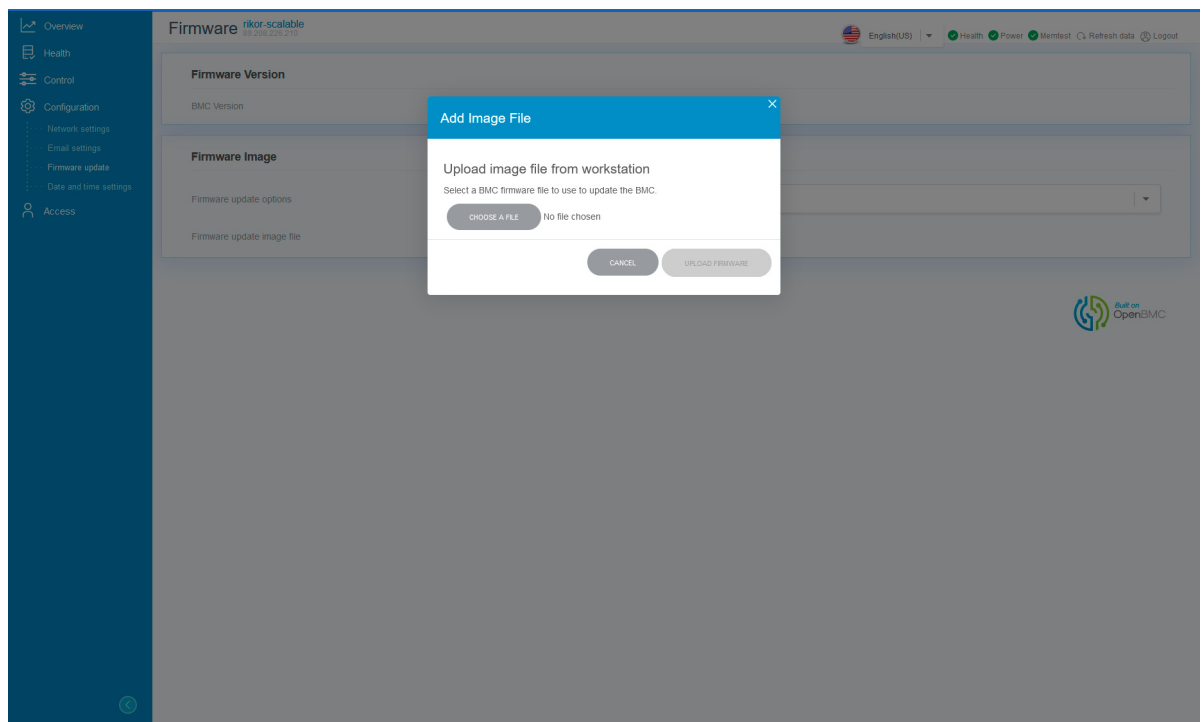

Рис. 75. Окно добавления новой прошивки
- 3) В появившемся окне нажмите на кнопку «CHOOSE A FILE». Окно показано на рис. 75 Окно добавления новой прошивки